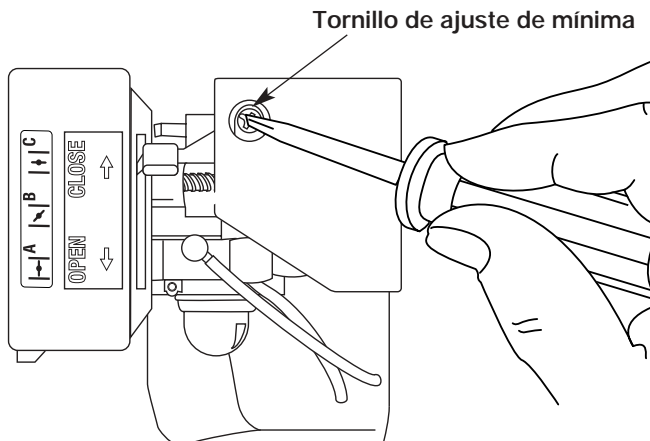

Fig. 26
La velocidad mínima del motor puede ser ajustada. Puede tener acceso al tornillo de ajuste de mínima a través de un orificio en la parte superior de la cubierta del motor (Fig 26).
2. Suelte el gatillo del regulador y deje que el motor funcione en mínima. Si el motor se para, inserte un destornillador Phillips pequeño o un destornillador de vástago plano en el orificio de la cubierta del motor (Fig. 26). Gire el tornillo de mínima hacia adentro, en sentido horario, de a 1/8 de vuelta por vez (según sea necesario) hasta que el motor funcione en mínima suavemente.